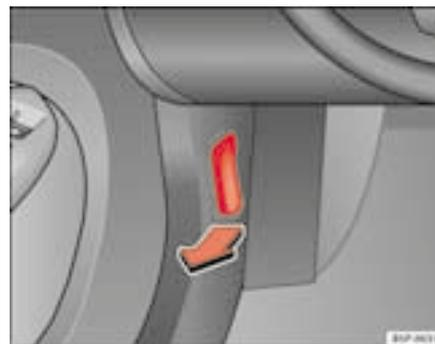

Fig. 138 Pormenor da zona dos pés do lado do condutor: alavanca para a destrancagem do capot.
- Puxar a alavanca que se encontra debaixo do painel de instrumentos ⇒ **página 208, fig. 138** no sentido indicado pela seta. O capot fica destrancado pela acção da mola ⇒ .